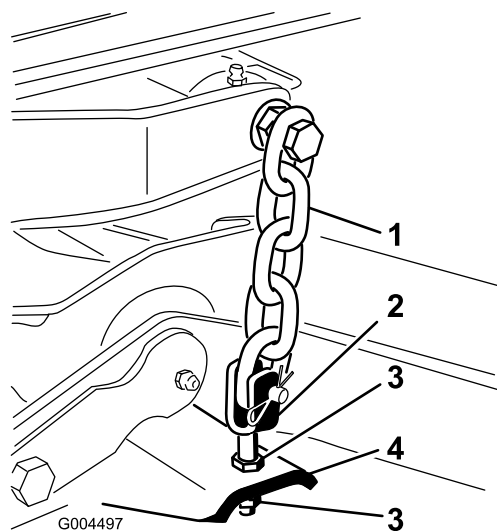

図 79
7. デッキのヨーク/チェーンをデッキに固定しているジャムナットを調整してデッキのピッチを 8 mm に調整する(図 79)。